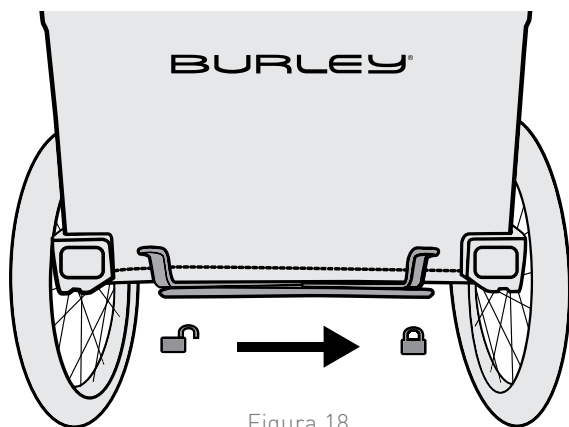

Figura 18
1. Deslice la palanca a la derecha (Figura 18). Para soltar el freno, deslice la palanca a la izquierda.